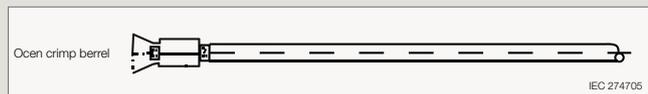

Fig. 2 - Câble sertis sur PIN
**1.** Un **contact métallique appelé PIN** (fig. 4) constitué de cuivre étamé, forgé avec la technique du moulage et présentant deux ailettes nécessaires pour la fixation du câble électrique qui se fait par sertissage ou mécaniquement, avec la matrice **IS3153-IS3154** située dans la pince **UMCT3149**, prévue à cet effet et qui, en pliant les ailettes sur l'âme métallique du câble photovoltaïque (fig. 2, 3), en garantit la fixation sûre et correcte conformément à **CEI EN 60352-2**. L'isolation parfaite du contact métallique peut être garantie ultérieurement par l'apposition,